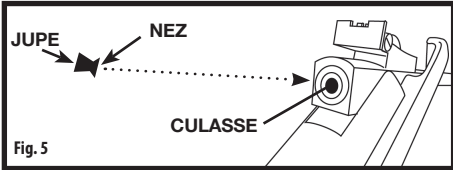

Fig. 5
- Le fusil à air comprimé étant en position armée/ouverte, insérez un plomb, la tête du plomb en premier lieu, dans la culasse (Fig. 5).